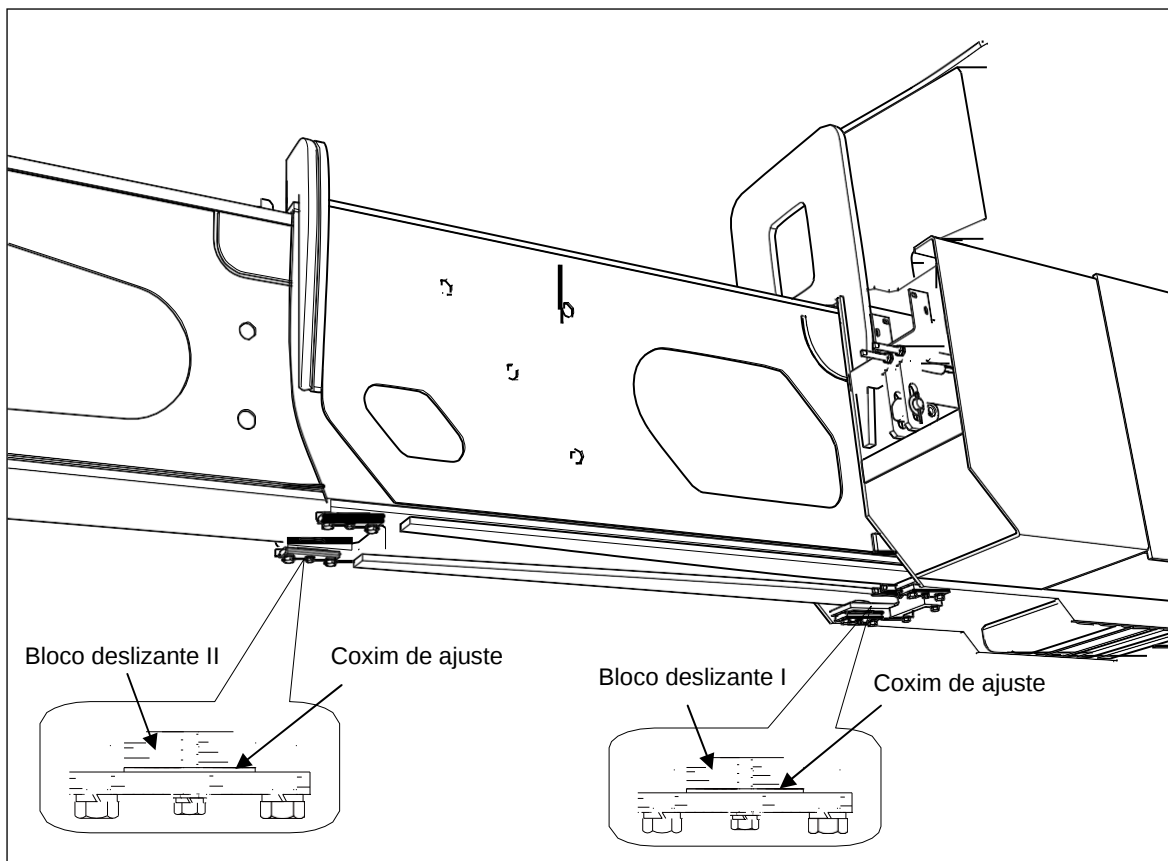

Figura 5-15 Coxim de ajuste das vigas deslizantes
- 3) Se a seção de viga deslizante 2 oscilar para baixo, adicione um coxim de ajuste ou troque o coxim correção II, como mostrado na Figura 5-15. O espaçamento entre a seção de viga deslizante 2 e a placa de cobertura inferior da seção 1 deverá ser aproximadamente 3 mm.